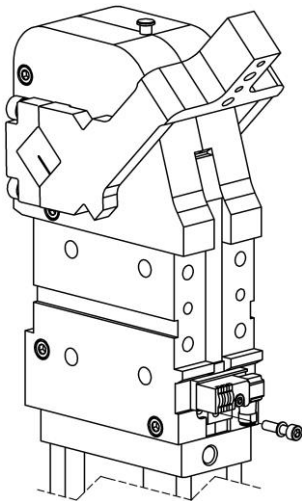

图 1
- 让夹臂处于打开状态，松开固定传感器的 M6 螺丝; (图 1)